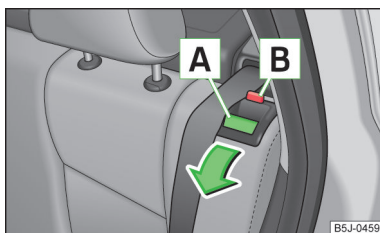

Fig. 40
- Pour débloquer les dossiers des sièges et les incliner vers l'avant, appuyez sur le bouton de verrouillage [A] » fig. 40.